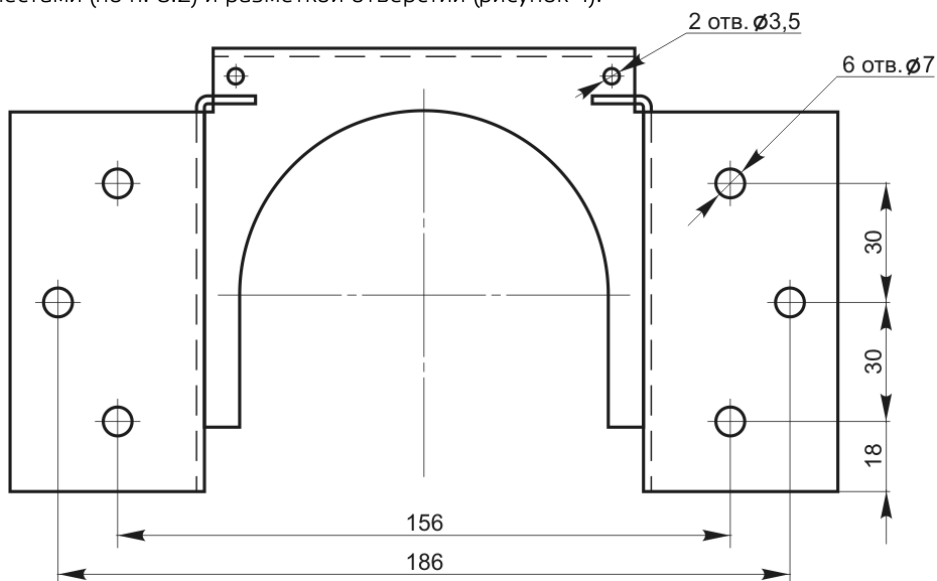

Рис. 4 – Крепёжная площадка МПП «Гарант-12-В3»
6.3. Закрепить крепёжную площадку модуля в соответствии с определенными местами (по п. 6.2) и разметкой отверстий (рисунок 4).